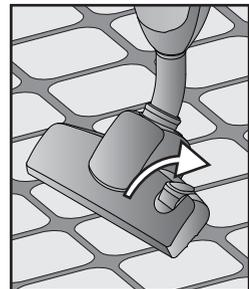

Abb. 5
- Für eine bessere Reinigung von glatten Fußböden, wie PVC, Parkett oder Fliesen sind die Borsten vorzuziehen. Um die Borsten aus der Bürste herauszufahren, muss man den Auswahlshalter (I) nach unten drücken (Abb. 5).